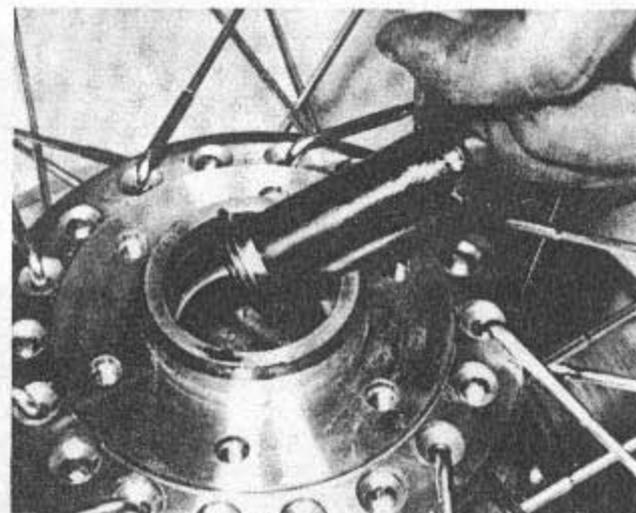

Bild 265
- Vor dem Wiedereinbau der Lager befülle man sie mit wasserbeständigem Wälzlagerfett. Die Nabe ist nicht mit Fett zu überfüllen, da es sich bei Erwärmung ausdehnen wird und über die Wellendichtringe den Weg nach aussen findet (was bei einer Trommelbremse verheerende Wirkung haben kann). Die Nabe sollte etwa zu  $\frac{2}{3}$  mit Fett befüllt sein. Ein weicher Treibdorn wird auf den Aussenring des Lagers angesetzt und dieses eingetrieben (siehe auch Bild 265). Auf keinen Fall klopfe man auf den Innenlaufring, da sonst das Lager Schaden nimmt! Der Wellendichtring ist vorsichtig einzusetzen, vorzugsweise mit einem dickwandigen Rohrstück, welches etwa den gleichen Durchmesser wie der Wellendichtring aufweist. Eine grosse Stecknuss erweist sich ebenfalls als zweckmässig. Lager, welche mit integrierten Dichtringen versehen sind, müssen so eingebaut werden, dass die abgedichtete Seite nach aussen zeigt.